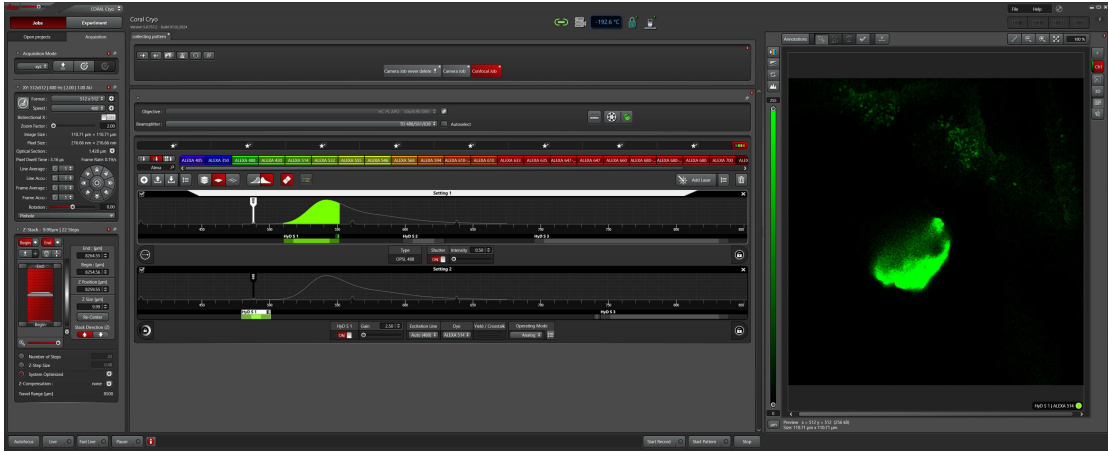

图 27
4. 根据样品拍摄需求，选择合适的参数设置（如图 27）：**Fomate**（推荐 1024x1024）、**zoom factor**、**speed**；信号较弱时推荐选择 **line Accu**，信号较强时推荐选择 **line Average**；可通过 **Frame Accu**、**Frame Average** 进行降噪，根据样品高度选择 **Z stack**。反射光设置：选择任意激光，将检测器推至激光正下方，缩短 **HDY** 检测器接收范围（以一小格为宜），并将反射激光强度设置为 0.01-0.02。